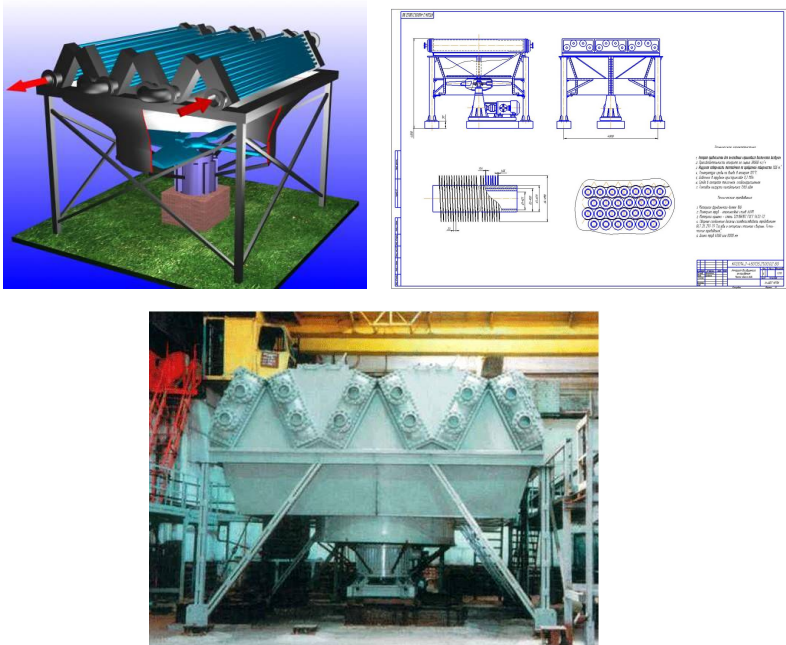

Рис. 1. 3D-модель – чертеж - Реальный объект
**Компьютерная графика** – область деятельности, в которой электронно-вычислительные машины (ЭВМ), наряду со специальными программным обеспечением используются в качестве инструмента, как для создания и редактирования изображения (рис. 1), так и для оцифровки визуальной информации, полученной из реального мира с целью дальнейшей её обработки и хранения.